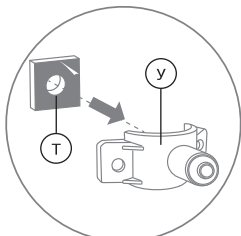

Рис. 10
2. Снимите с уплотнительной прокладки (Т) защитную пленку. Приклейте прокладку с внутренней стороны хомута (У), одновременно совмещая отверстие в прокладке с выходным отверстием в хомуте (рис. 10).